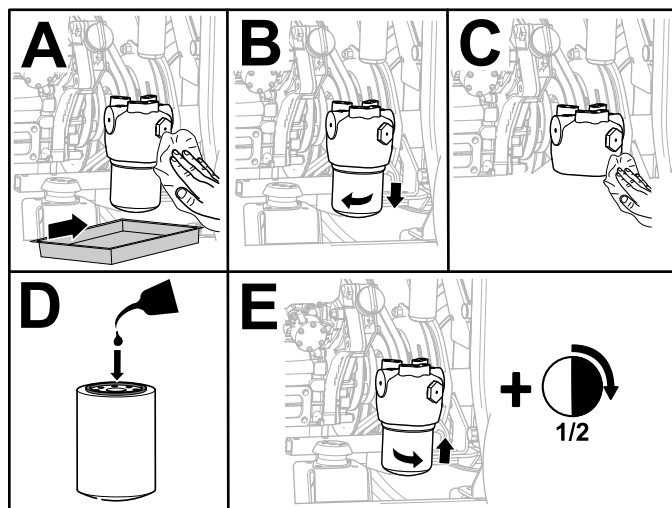

Bild 102
6. Wechseln Sie den Hydraulikfilter aus, wie in Bild 102 abgebildet.